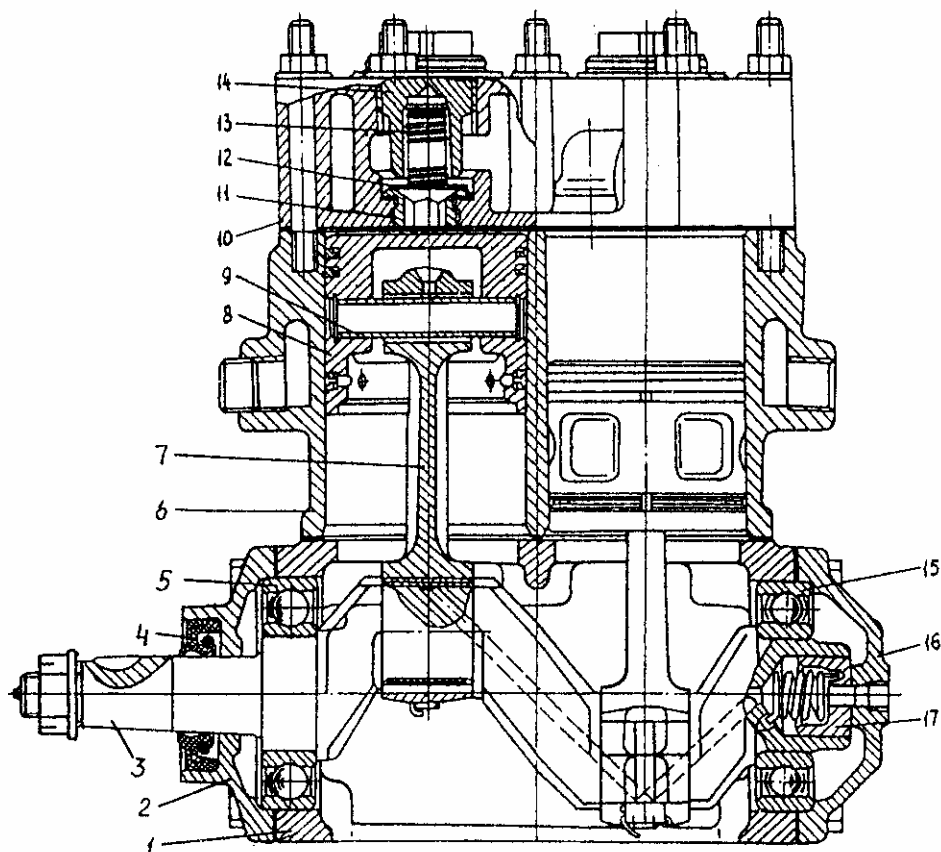

Рис. 51 Компрессор
3. ПНЕВМОКОМПРЕССОР 130-3509009-11 (рис. 51)